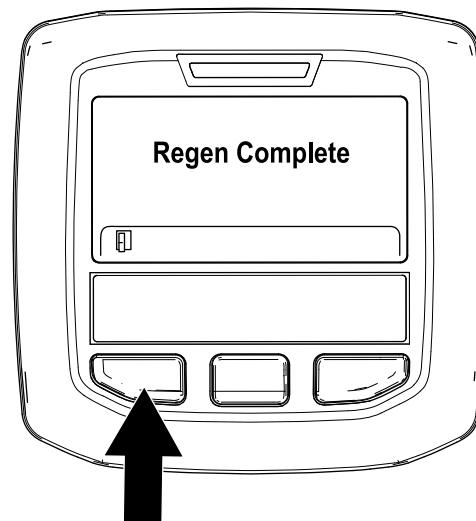

Figura 46
- La regeneración con la máquina aparcada ha finalizado cuando se muestra el mensaje “Regen Complete” (Regeneración completada) en el InfoCenter. Pulse el botón de la izquierda para salir a la pantalla de inicio (Figura 46).